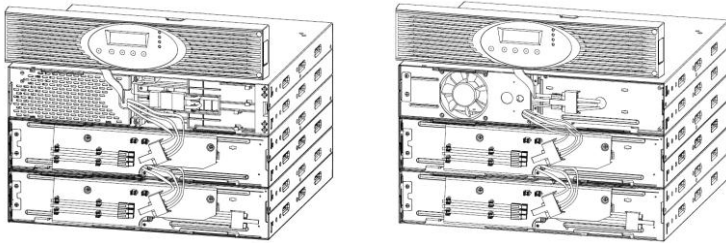

Figura 19: Installazione tipica di più pacchi batterie
4. Inserire il cavo del pacco batterie nell'attacco batteria dell'UPS (vedi Figura 19). È possibile collegare all'UPS fino a quattro pacchi batterie.